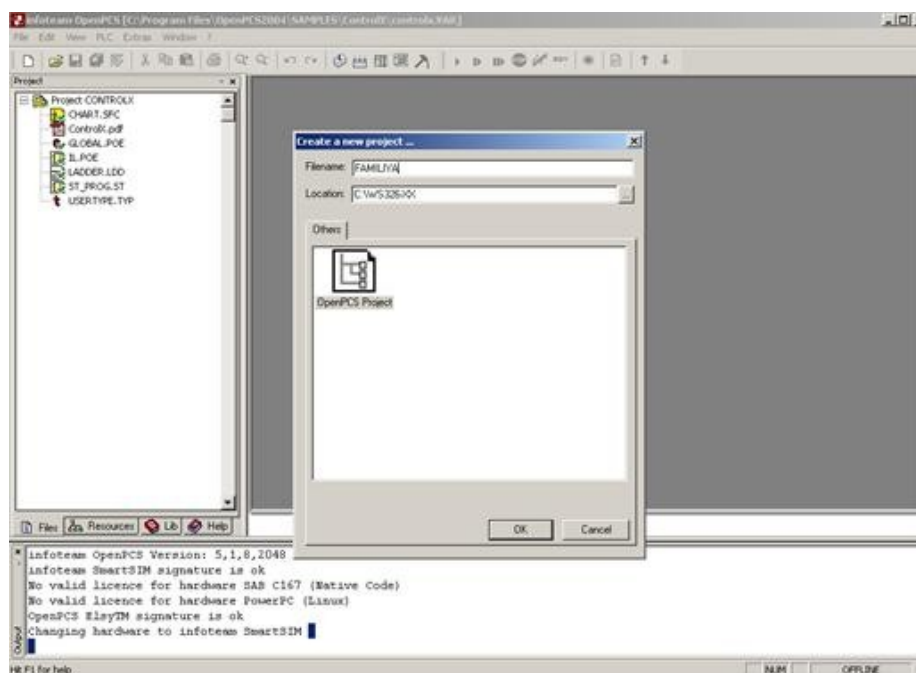

Рис.4. Создание нового проекта
3. Создайте новый проект как показано на рис.4.: (File-> Project -> New) с именем Familiya (Ваша фамилия) в директории C:\ws 326- xx